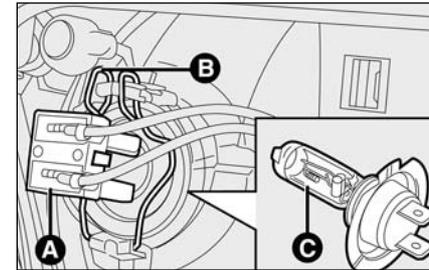

Abb. 24
- Den elektrischen Steckverbinder **A-Abb. 24** abziehen;
- Die Haltefeder der Glühlampe **B-Abb. 24** lösen;
- Die Glühlampe **C-Abb. 24** herausnehmen und durch eine neue ersetzen;